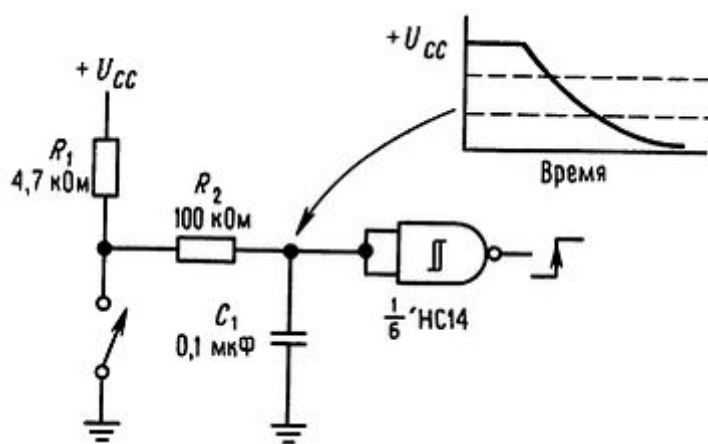

Рис. 9.9. Схема защиты от дребезга (RC-цепочка и триггер Шмитта).
Типичное значение входного порога ТТЛ составляет примерно +1,3 В, хотя по техническим условиям он может находиться между +0,8 и +2,0 В. ТТЛ-вентили с триггерами Шмитта на входе ('13, '14, '132) имеют гистерезис +0,4 В; при графическом изображении они помечаются символом гистерезиса (см. например, рис. 9.9). Напряжение питания $U_{\text{ном}}$ (обычно его обозначают $U_{\text{КК}}$) составляет +5,0 В +5 %.
3. Используйте КМОП-триггер Шмитта с замедляющей RC-цепочкой на входе (рис. 9.9). Фильтр нижних частот R_2C_1 сглаживает дребезг, поэтому триггер Шмитта переключится только один раз. В общем случае вполне достаточно иметь постоянную времени RC-цепочки, равную $10 \div 25$ мс. Для ТТЛ этот способ не подходит из-за низкого импеданса, необходимого для запуска ТТЛ-входов.